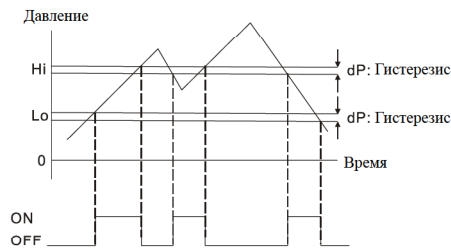

Рис. 3: Интервальный режим работы выходов
- Интервальный режим.** При заданных порогах давления Hi/Lo, когда измеренное давление будет находиться в интервале между нижним (Lo) и верхним (Hi) порогами, выход будет включен, а когда давление будет меньше Lo или больше Hi, выход будет выключен. (См. рис.3.)